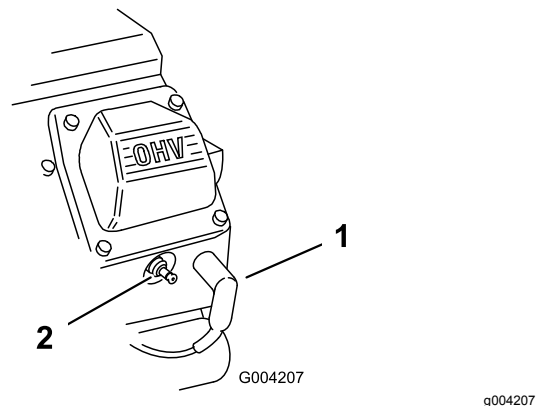

Figure 48
2. Débranchez les fils des bougies (Figure 48).
3. Rebranchez le fil de la ou des bougies (Figure 48).